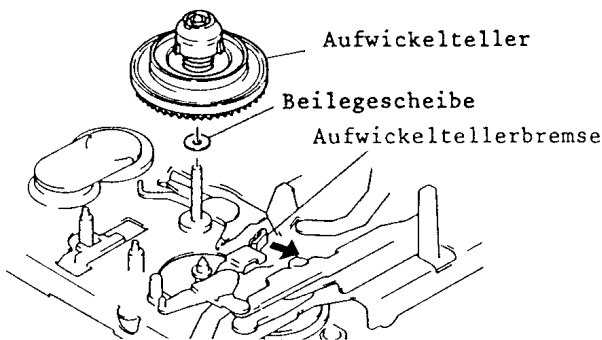

Abb. 7-10 Aufwickelteller
10. Aufwickelteller (Abb. 7-10)